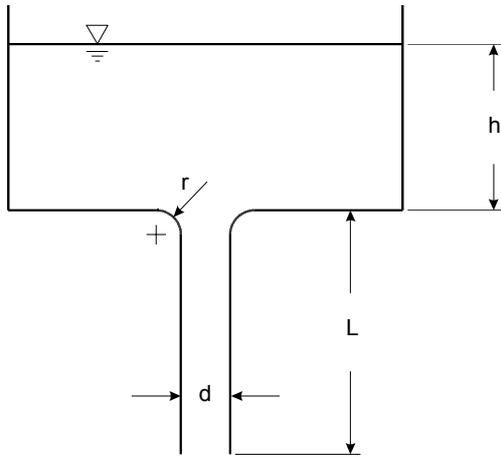

Abb. 5.5: Regenabflußrohr
Ein großer Behälter wird durch ein vertikales Rohr mit gerundetem Einlauf und der Länge L entleert (Abb. 5.5).
5.5.3 Stellen Sie Drucklinie und Energielinie in Abb. 5.5 dar.